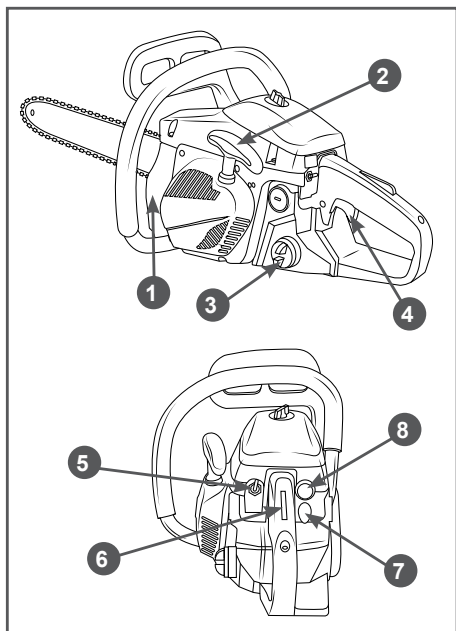

Рис. 11 Органы управления, необходимые для запуска бензопилы
- Прокачайте топливо через карбюратор. Для этого нажимайте (примерно 5-10 раз) на ручной топливный насос 8 (Рис. 11) до появления в насосе топлива и возникновения сопротивления при нажатии.
- Установите выключатель зажигания 5 (Рис. 11) в положение «I».
- Закройте воздушную заслонку карбюратора. Для этого вытяните рычаг 7 (Рис. 11) управления воздушной заслонкой.
- Выберите свободный ход шнура стартера. Для этого потяните за ручку стартера 2 (Рис. 11) до тех пор, пока не почувствуете сопротивление, затем сильно, но плавно потяните за ручку. Повторите эти действия 3-5 раз до первой вспышки топлива в двигателе. Двигатель не запускается, а сразу глохнет. Плавно, не бросая, верните ручку стартера на место.
- После первой вспышки откройте воздушную заслонку, для этого нажмите на рычаг 7 (Рис. 11) управления воздушной заслонкой и верните его в исходное положение.
Двигатель должен запуститься. Плавно, не бросая, верните ручку стартера на место. Правой рукой возьмите бензопилу за заднюю рукоятку, так, чтобы рычаг блокировки рычага газа 6 (Рис. 11) был зажат.
- 13.Правой рукой быстро нажмите рычаг газа 4 и отпустите (Рис. 11), при этом двигатель перейдет в режим холостого хода.